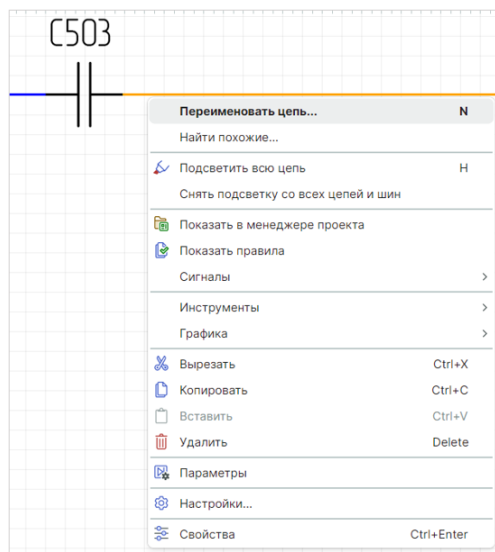

Рис. 121 Переход к переименованию цепи из контекстного меню
- Из контекстного меню цепи с помощью команды «Переименовать цепь», см. Рис. 121.